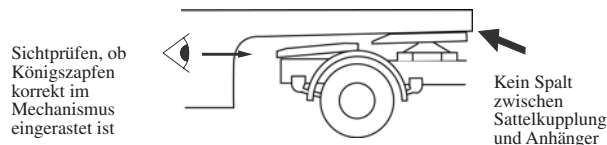

Abbildung 7- Sichtprüfung auf Einklinken des Königszapfens
2. Sichtprüfung durchführen, ob der Verschlussriegel vollständig quer liegt und der Königszapfen im Mechanismus eingeklinkt ist (siehe Abb. 7).